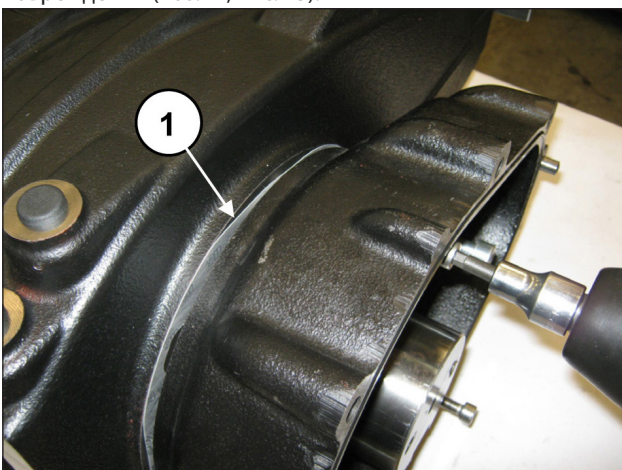
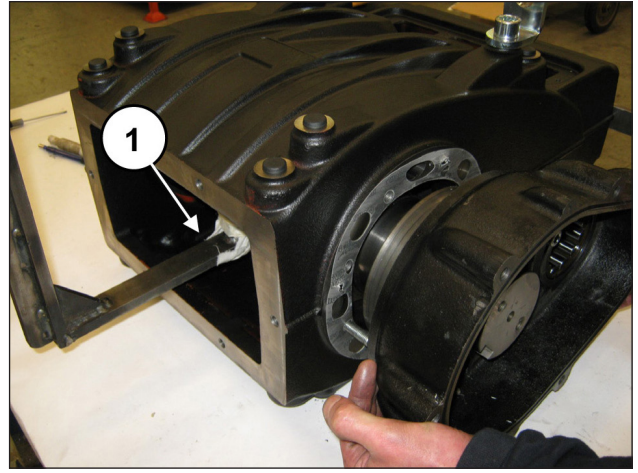

Рис. 24
Рис. 25
Закручивайте 3 винта М8 постепенно (поз. ①, Рис. 24), чтобы корпус сильно не наклонился и не застрял в гнезде. Снимите корпус, поддерживая вал во избежание повреждений (поз. ①, Рис. 25).